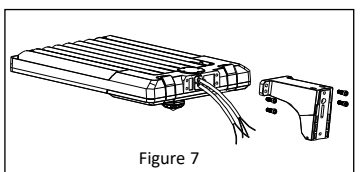

Figure 7
2. Installez les 4 boulons pour fixer le montage au luminaire. **Reportez-vous à la Figure 7.**